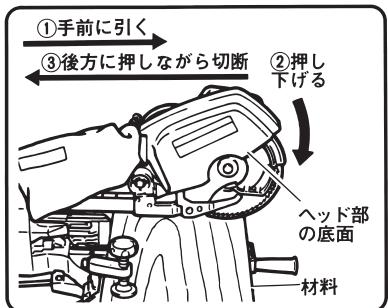

図 26
次に、②ハンドルを押し下げて押し切り切断をしのこ刃が下限位置まで下がってから、③後方に押し（スライドさせ）切断します。（図26）